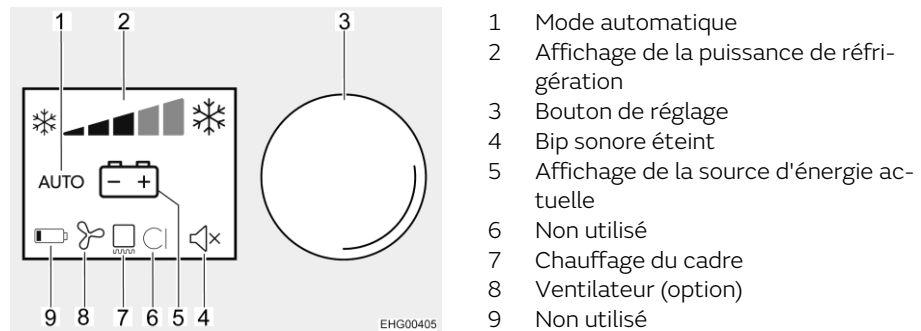

Fig. 148 Écran
Les modes de fonctionnement et les réglages sont indiqués sur un écran (Fig. 148) situé entre le réfrigérateur et le freezer.
Lorsque le réfrigérateur est mis en marche, il choisit automatiquement la température moyenne du thermostat. Ce réglage peut être ajusté manuellement avec le bouton de réglage (Fig. 148,3). Les barres (Fig. 148,2) indiquent le réglage du thermostat sélectionné. Il faudra attendre quelques heures jusqu'à ce que le réfrigérateur ait atteint sa température normale de réfrigération. Il garde toutefois son réglage de température lorsqu'on change d'un mode à un autre. La température de réfrigération est maintenue indépendamment du type d'énergie choisi.
En cas de températures extérieures élevées et d'humidité importante de l'air, il est possible que des gouttes d'eau se forment au niveau du cadre métallique du compartiment congélation. C'est pourquoi le réfrigérateur est équipé d'un chauffage du cadre pour le compartiment congélation. En cas de températures extérieures élevées et d'humidité importante de l'air, allumer le chauffage du cadre. Ceci permet d'éviter la corrosion. Quand le chauffage du cadre est actif, son symbole est allumé (Fig. 148,7).
- Tourner le bouton de réglage (Fig. 148,3) jusqu'à ce que la ligne inférieure (menu de réglage) soit active.
- Appuyer pendant environ 2 secondes sur le bouton de réglage (Fig. 148,3). Le réfrigérateur s'allume aux derniers réglages choisis.
- Appuyer pendant environ 4 secondes sur le bouton de réglage (Fig. 148,3). Le réfrigérateur s'éteint, plus aucun indicateur n'est allumé.